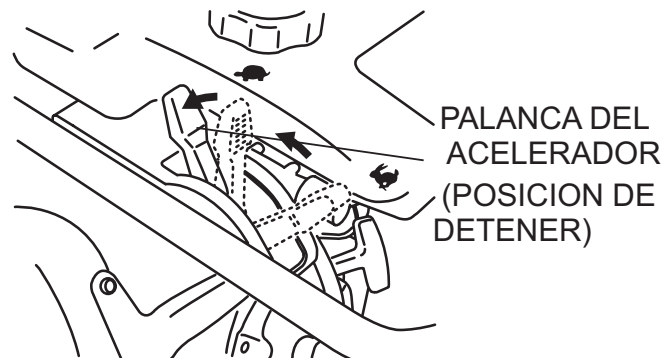

Figura 11. Palanca del acelerador (Posición de detener)
1. Mueva la palanca del acelerador rápidamente de la posición **ARRANQUE** a la posición de **MARCHA LENTA** (Figura 10) y el motor funcionara a baja velocidad por tres minutos. Después de que el motor se **enfríe**, mueva la palanca del acelerador a la posición de **DETENER** (Figura 11). El motor se detendrá y la válvula de combustible se cerrará automáticamente.